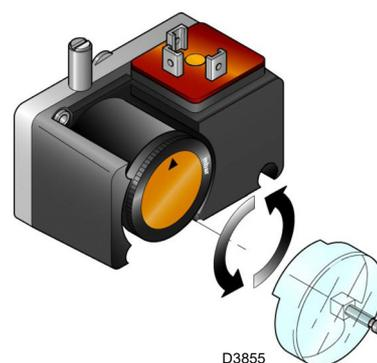

Fig. 34
- Regolare il pressostato gas di minima (Fig. 34 a pag. 33) ad inizio scala.
Eseguire la regolazione del pressostato gas di minima (Fig. 34) dopo aver effettuato tutte le altre regolazioni del bruciatore con il pressostato regolato a inizio scala.